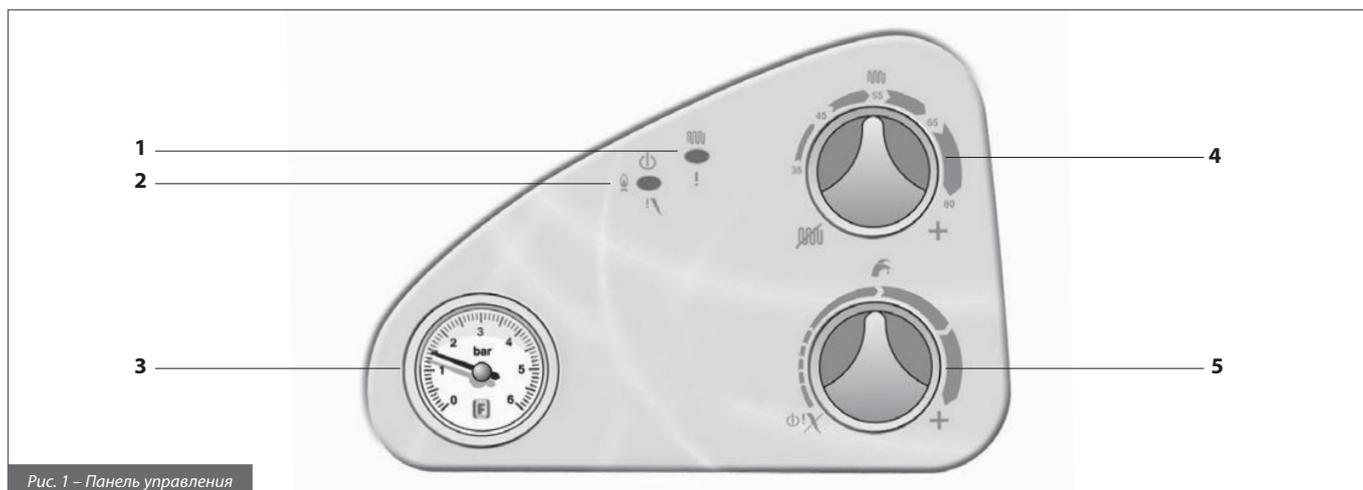
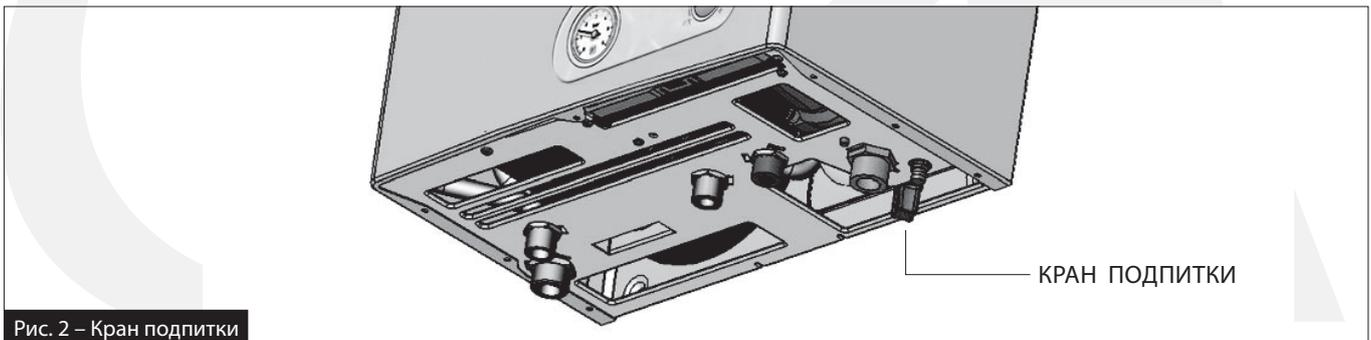

Рис. 1 – Панель управления
Рис. 2 – Кран подпитки
- Подать электропитание на котел (светодиод 2 загорится зеленым светом - Рис. 1)
- Выбрать режим работы котла с помощью регулятора 4 (Рис. 1)
- Регулятором 4 задать желаемую температуру теплоносителя в контуре отопления (Рис. 1)
- Задать температуру ГВС регулятором 5 (Рис. 1)
Когда горелка блокируется, светодиодный индикатор 2 (Рис. 1) загорается красным цветом. Если это произошло, действуйте следующим образом: - проверьте, открыт ли газовый вентиль и есть ли газ в магистрали (путем включения кухонной плиты, например) - убедившись в поступлении газа, разблокируйте горелку поворотом регулятора 5 (Рис. 1) в положение **X** на несколько секунд. Если котел не включается и снова блокируется при третьей попытке, следует обратиться в Сервисный Центр или к квалифицированному специалисту. Если блокировка горелки происходит часто, сигнализируя о перманентно повторяющейся неисправности, следует обратиться в Сервисный Центр для проведения техобслуживания.
Когда происходит перегрев в системе отопления, светодиодный индикатор 1 (Рис. 1) мигает красным цветом.
В случае блокировки котла вследствие срабатывания реле давления светодиодный индикатор 1 (Рис. 1) мигает желтым цветом. Подпитайте систему отопления через кран подпитки А (Рис. 2), находящийся в нижней части котла рядом с гидравлическими подключениями. Давление в системе отопления (в холодном состоянии) должно быть 1 – 1,3 бар. Для восстановления давления в системе отопления действуйте следующим образом: - открыть кран подпитки системы, вращая его против часовой стрелки, и держать открытым до тех пор, пока манометр 5 (Рис. 1) не покажет давление 1-1,3 бар. Закрывать кран подпитки системы путем вращения его по часовой стрелке. Если блокировка котла по этой причине происходит часто, это свидетельствует о нарушениях в системе отопления. В этом случае следует обратиться в Сервисный Центр для проведения техобслуживания.
В случае возникновения условий, вызывающих аномальную работу дымохода или подачи воздуха, котел блокируется. При блокировке котла из-за нарушений в системе дымохода/воздухоподачи светодиодный индикатор 1 (Рис. 1) загорается желтым цветом. Если это произошло, необходимо обратиться в Сервисный Центр для проведения техобслуживания.
Если котел заблокировался из-за нарушений в работе датчиков температуры, то светодиодный индикатор 1 (Рис. 1) мигает следующим образом: - желтый/красный для датчика температуры контура отопления; - красный/зеленый для датчика температуры контура ГВС. Если это произошло, необходимо обратиться в Сервисный Центр для проведения техобслуживания.